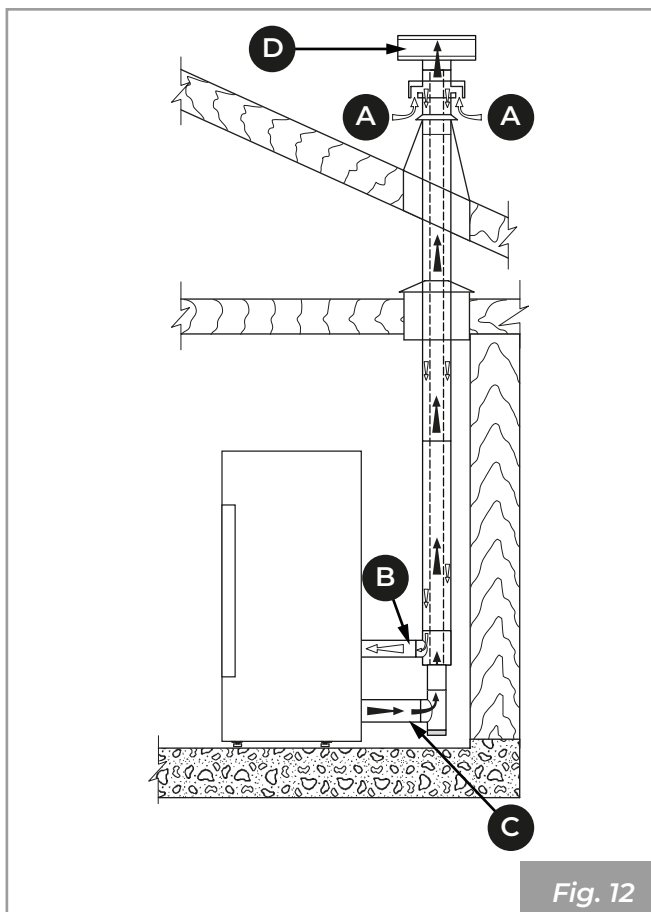
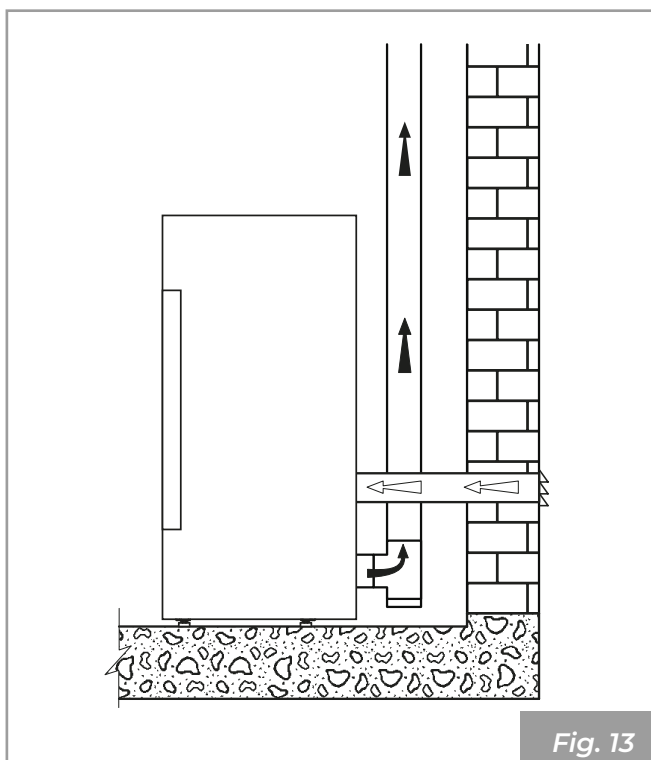

Fig. 12
Fig. 13
- il peut provenir directement de l'extérieur à travers un raccordement direct à la chambre de combustion (**Fig. 12 - Fig. 13**).
- canaliser l'air de combustion en utilisant un tube d'échappement coaxial pour l'expulsion des fumées et le prélèvement de l'air (**Fig. 12 - A, B** = Arrivée d'air, **C, D** = Évacuation des fumées) ; il n'est donc pas nécessaire de faire une prise d'arrivée d'air classique dans la pièce.
- relier l'entrée d'air de combustion de l'appareil à la prise d'air avec un conduit approprié (**Fig. 13**).